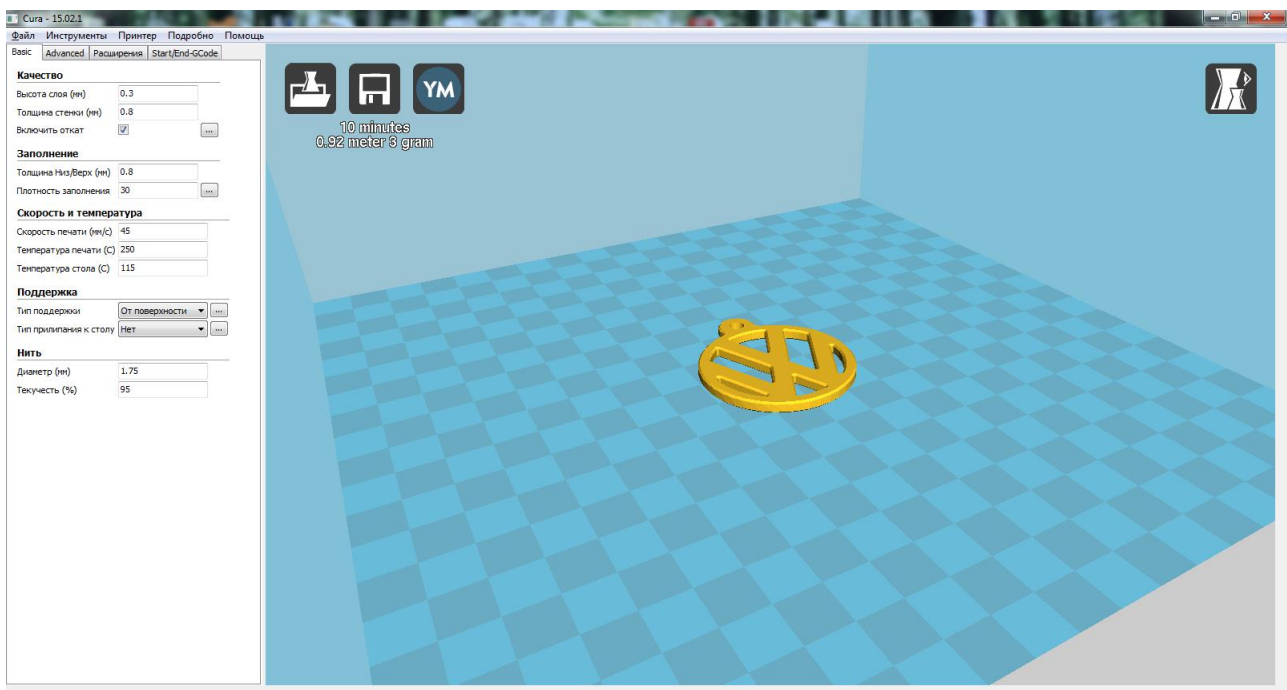

Рисунок 5. Модель загружена.
6. Модель загружена, рисунок 5